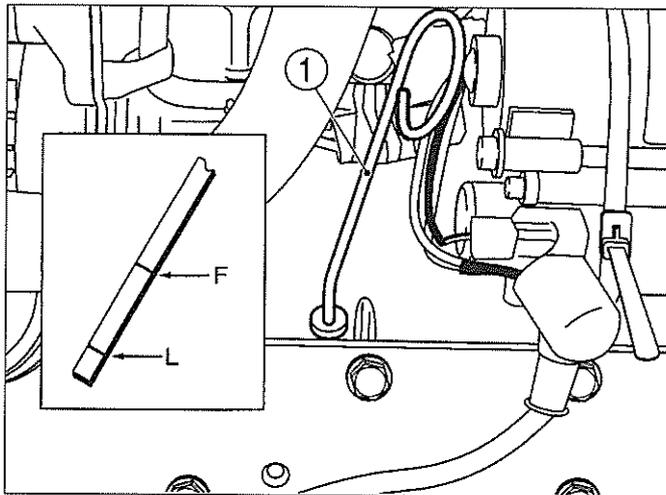

FIG. 39 / ABB. 39 / FIG. 39
FIG. 39 : Pour vérifier le niveau d'huile moteur, stationnez le tracteur à plat et coupez le moteur. Retirez la jauge d'huile (1) et vérifiez que le niveau d'huile se situe entre la limite supérieure F et la limite inférieure L sur la jauge d'huile. Nettoyez cette dernière, réinstallez-la momentanément dans le moteur et revérifiez le niveau d'huile.